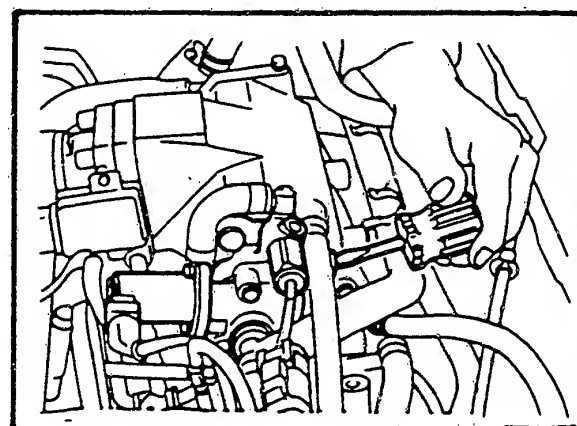

Bild 12 Das Einstellen der Leerlaufdrehzahl. Dreht man im Uhrzeigersinn, steigt die Drehzahl, im Gegenuhrzeigersinn sinkt sie.
- Leerlaufdrehzahlschraube so einstellen, dass die Leerlaufdrehzahl unter 750/min fällt, vorzugsweise 700 ... 720/min (Bild 12).